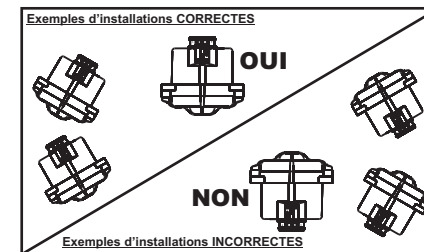

Fig.2
- Orienter le diffuseur de son de la sirène vers le bas pour éviter toute infiltration d'eau (Fig.2).